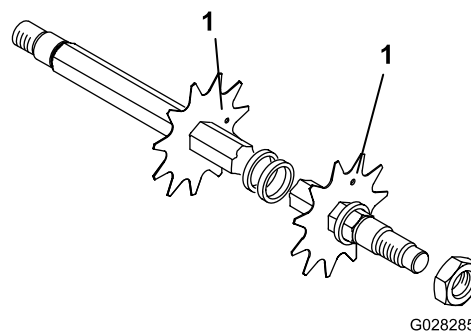

Figure 6
3. Montez la lame suivante dans le sens antihoraire de sorte que le trou de référence soit décalé d'un méplat de l'arbre par rapport au trou de la première lame (Figure 6). Poursuivez le montage des entretoises et des lames jusqu'à ce toutes les lames soient en place.